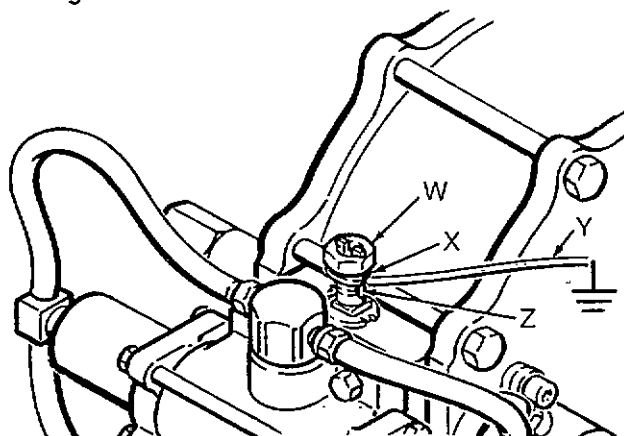

Fig W-1 JORDSKRUVEN
1. *Pumpen*: jordas genom att använda en separat jordlina med klammer som visas i fig W-1, sid 6.
För att jorda pumpen: Lossa jordskruvens låsmutter (W) och brickan (X). Anslut ena änden av en 1,5 mm2 jordledning (Y) i spåret (Z) på jordskraven (60) och drag åt låsmuttern ordentligt. Se fig W-1. Anslut ledningens andra ände med klammern till jord. Se tillbehör på sidan 42. beträffande jordledning och klammer.